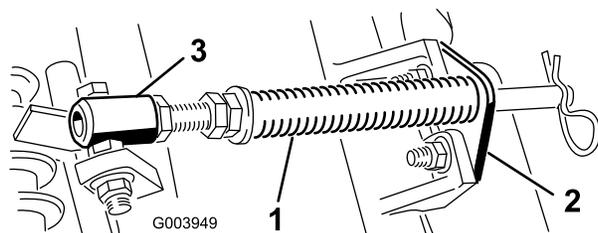

Рисунок 5
- A. Удалите два каретных болта и две гайки, которые крепят кронштейн штока к выступам режущего блока (**Рисунок 5**).
- B. Отверните фланцевую гайку, крепящую болт трубки пружины к выступу несущей рамы (**Рисунок 5**). Снимите этот узел.